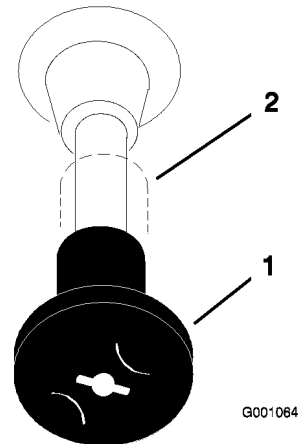

Figura 12
4. Si el motor está frío, mueva el control del estárter a la posición de arranque antes de arrancarlo (Figura 12).
7. Después de que el motor arranque, abra el estárter (Figura 12). Si el motor se cala o funciona irregularmente, vuelva a colocar el estárter en Cerrado durante unos segundos, luego mueva la palanca del acelerador al ajuste deseado. Repita este procedimiento tantas veces como sea necesario.